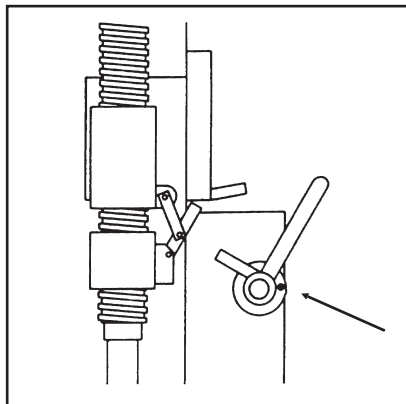

Fig.53 - Abb.53
3) Prima della messa in servizio assicuratevi che i bloccaggi meccanici di sicurezza in basso nelle due colonne siano posizionati come indicato in fig.53. In caso di rottura della coppiglia in ferro che trattiene la sicurezza meccanica, sostituirla con quella contenuta nella busta accessori.
3) Before setting the machine in operation, it is important to check the mechanical security blocking devices of the posts: they must be in the position shown in fig. 53.
3) Avant la mise en service, s'assurer que les blocages mécaniques de sécurité soient positionnés comme sur la fig. 53. En cas de rupture de la goupille qui maintient la sécurité ouverte, la remplacer avec une de celles fournie dans le sachet d'accessoires.
3) Vor des Ingangsetzens, muß man sich versichern, daß die mechanische Sicherheitsvorrichtungen, die in der untere Teil der Säulen sind, wie im Abbildung 53 positioniert sind. Wenn der Eisensplint der mechanische Sicherheitsvorrichtung kaputt ist, soll man ihn einsetzen. Der neue Splint ist in dem Zusatzteilenpaket.
3) Antes de la puesta en marcha, cuidar que los blocajes mecánicos de seguridad en la parte inferior de las columnas sean colocados según se indica en la Fig. 53. En caso de rotura del pasador de hierro que sujeta la seguridad mecánica, reemplazarlo con aquello que se halla en la caja de accesorios.